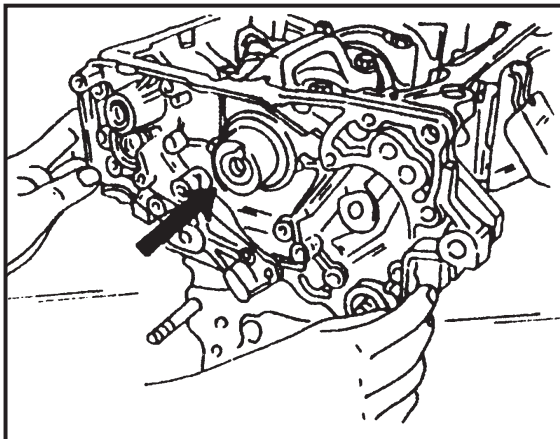

Рис. 2.8
- Вставьте в блок цилиндров левый вал, одновременно с установкой переднего картера на блок цилиндров, как показано на рис. 2.8. Вставьте в блок отвертку (как показано на рис.